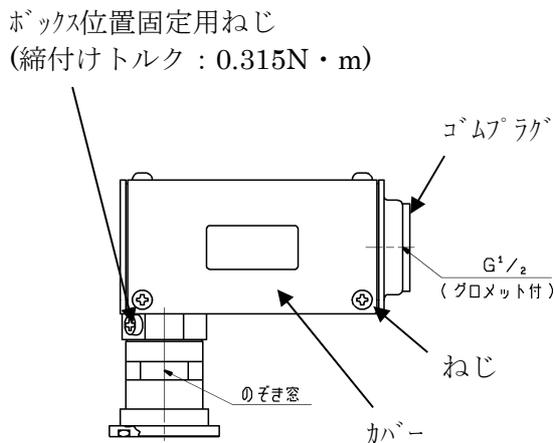
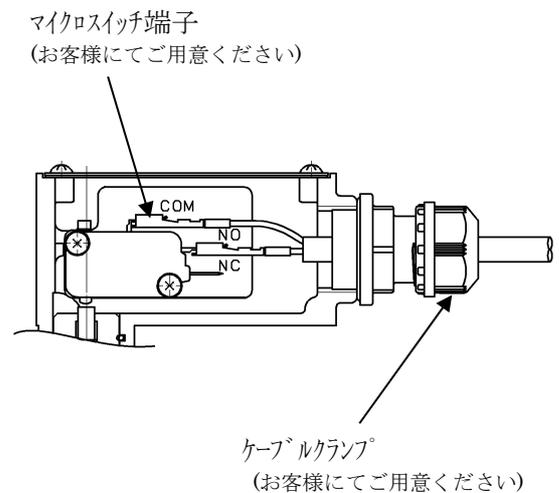

図 4-1 差圧表示スイッチ
図 4-2 差圧表示スイッチの配線方法
(図 4-1、図 4-2 参照) 内蔵されたマイクロスイッチの仕様は、6. 資料 4) 差圧表示スイッチ用マイクロスイッチの仕様を参照ください。
(2) カバーを取り外してください。
(3) ゴムプラグを取り外してください。
(4) 図 4-2 のようにケーブルクランプ等を用いてコードを固定し、マイクロスイッチの端子にコードをはんだづけして配線してください。
(5) 配線終了後、カバーをネジで締付けて固定してください。
(6) 接続するコードは、エレメント交換作業に支障のない長さにしてください。
(7) スwitchボックスを上から押しながら任意の方向にセットしてから、ボックス位置固定用ネジを締付けて固定してください。
(8) 差圧表示スイッチは、運転を停止して差圧がなくなると出力信号がリセットされます。